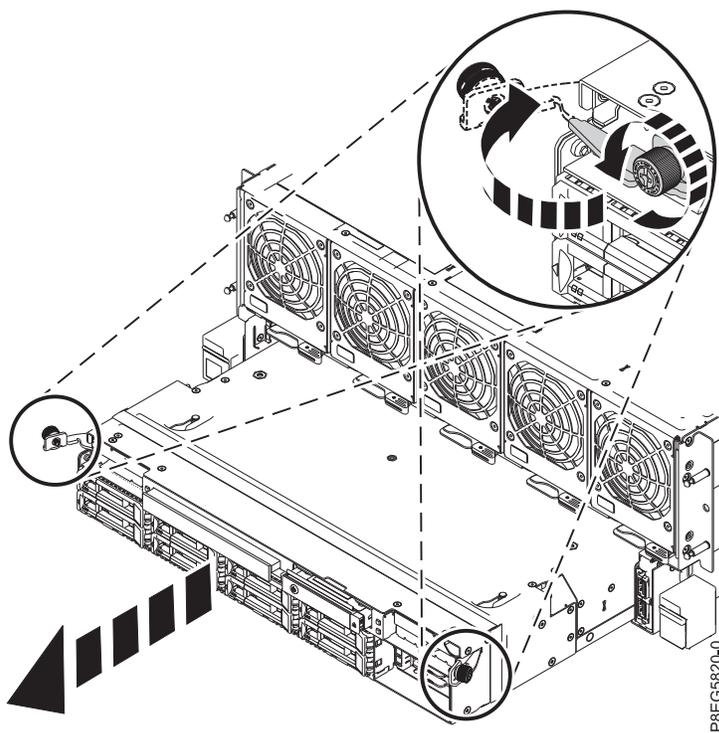

図 10. システムからの RAID アセンブリーの取り外し
2. 図 10 に示すように、RAID アセンブリーのつまみねじを回して緩めます。